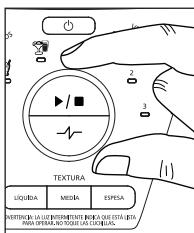

Fig. 20
- Gire la perilla para seleccionar el programa automático adecuado para su receta (Fig. 20).